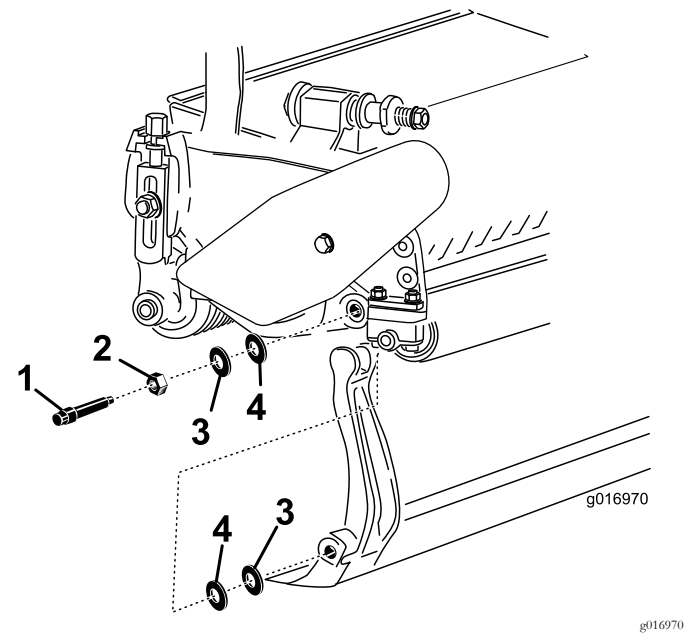

图24
- 取下底刀架 (图24) 各端的 2 个尼龙和 2 个印花钢垫圈。
- 3. 将尼龙垫圈放在侧板凸起的两侧。在两个尼龙垫圈的外侧各放一个钢垫圈 图24。